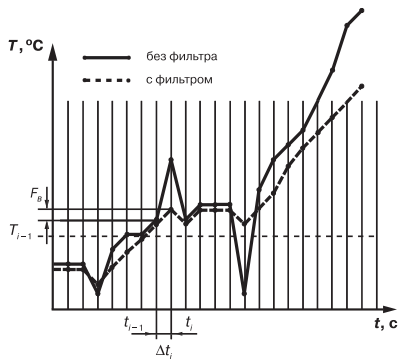

Рис. 4
3.1.4.4.2. Полоса цифрового фильтра позволяет защитить измерительный тракт от единичных помех и задается в единицах измеряемой величины. Если измеренное значение T_i отличается от предыдущего T_{i-1} на величину, большую, чем значение параметра F_b , то прибор присваивает ему значение равное $T_{i-1} + F_b$ (**рис. 4**). Таким образом характеристика сглаживается.
Как видно из **рис. 4**, малая ширина полосы фильтра приводит к замедлению реакции прибора на быстрое изменение входной величины. Поэтому при низком уровне помех или при работе с быстроменяющимися процессами рекомендуется увеличить значение параметра или отключить действие полосы